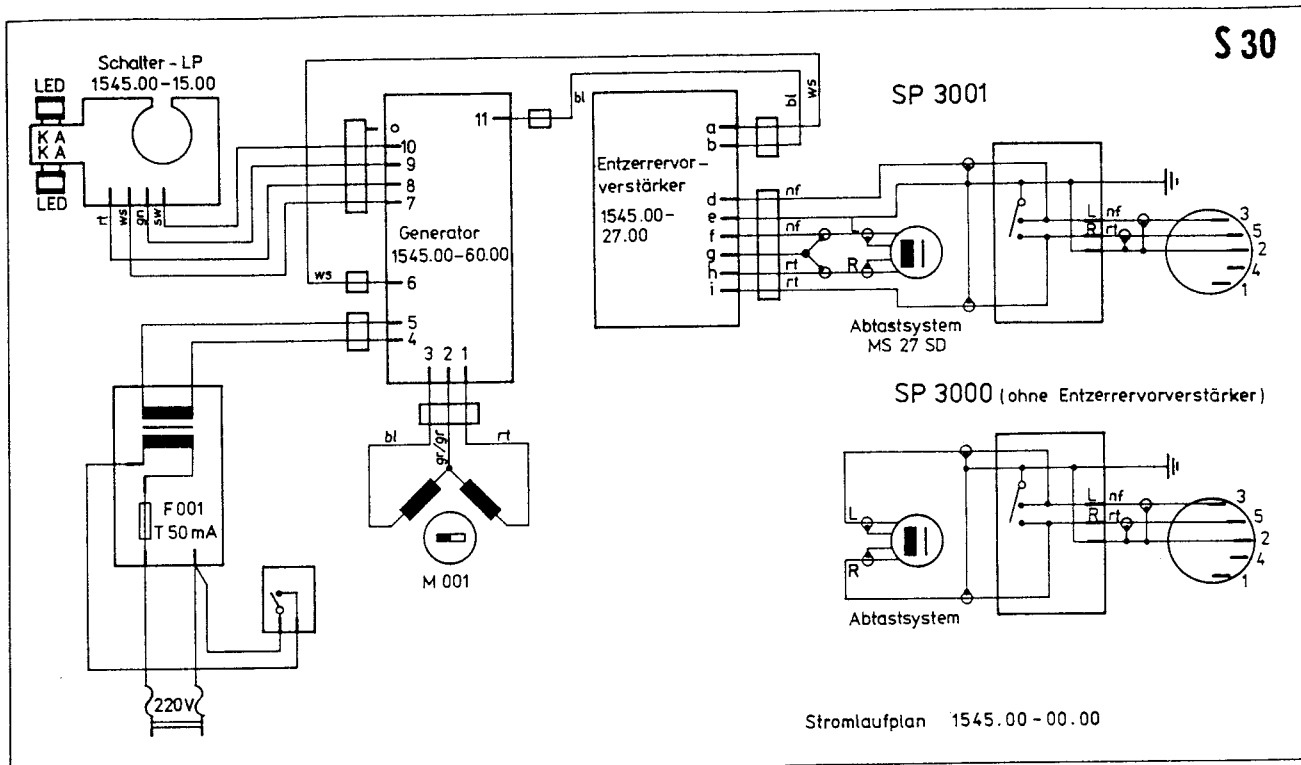

Abb. 7
Polarität beachten (siehe Abb. 7)! Bei etwaigen anderen Fehlern ist die Tastenplatte komplett zu wechseln. Dazu ist die Schraube (226) zu lösen und die Lasche (44) zu schwenken. Der Startknopf ist aufgeschnappt.